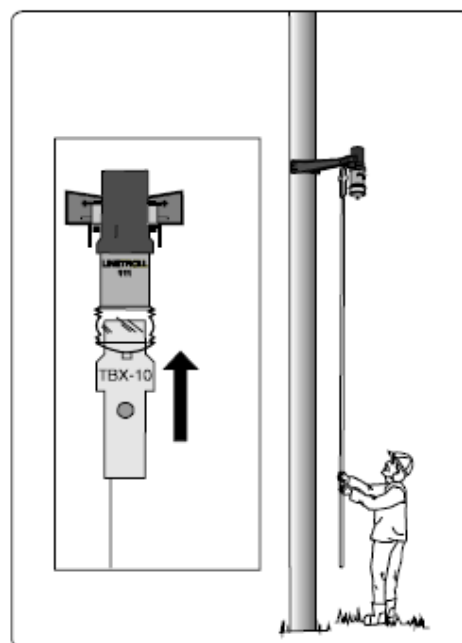

Fig. 5 Resetarea manuală cu ajutorul dispozitivului TBX-10
2. Acesta trebuie ghidat printre brațele suportului de pe stâlp, până când se oprește în poziția superioară, astfel încât magnetul dispozitivului TBX-10 să fie la același nivel cu punctul galben de pe indicator, marcat "RESET" (vezi fig. 5).